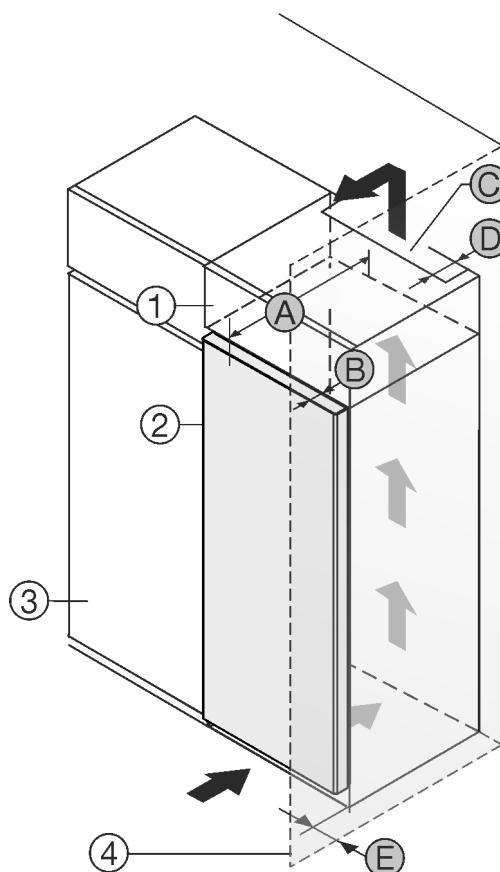

Fig. 1
- (1) Rehausse \*
- (2) Appareil \*
- (3) Placard de cuisine \*
- (4) Mur \*
- (A) Profondeur de l'appareil \*
- (B) Profondeur de porte \*
- (C) Section de ventilation \*
- (D) Distance du dos de l'appareil \*
- (E) Distance par rapport au côté de l'appareil \*
Vous pouvez placer le réfrigérateur directement à côté de l'armoire de cuisine Fig. 1 (3)\*.
Une sortie d'air avec la profondeur Fig. 1 (D) doit être présente au dos de la rehausse sur toute sa largeur.\*
La section de ventilation *Fig. 1 (C)* sous plafond doit être respectée.\*
Si le réfrigérateur est installé avec les charnières près d'une paroi *Fig. 1 (4)*, la distance entre le réfrigérateur et la paroi doit être d'au moins 13 mm.\*
Si le réfrigérateur est installé avec les charnières près d'une paroi *Fig. 1 (4)*, la distance entre le réfrigérateur et la paroi doit être d'au moins 20 mm.\*
Pour pouvoir ouvrir complètement les portes, le réfrigérateur doit dépasser de la profondeur de la porte *Fig. 1 (B)* par rapport à la façade du placard. L'appareil peut déborder encore plus en fonction de la profondeur des placards *Fig. 1 (3)* et de l'utilisation de cales d'épaisseur.\*